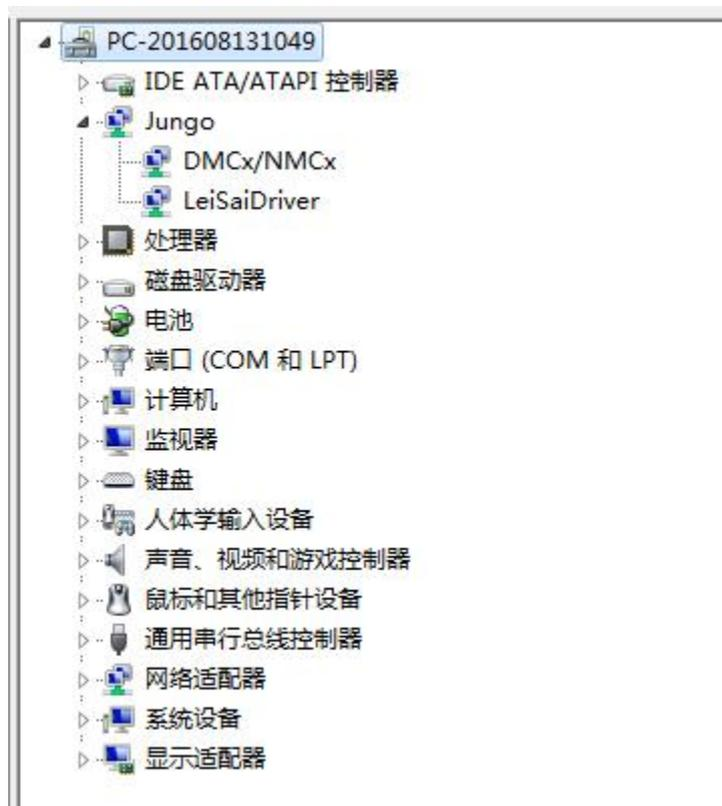

图 8 正确安装驱动程序后的设备信息
7、打开设备管理器，在“Jungo”选项下可以看到“DMCx/NMCx”和“LeiSaiDriver”注册信息。至此，控制卡就可以正常使用了，如图 8 所示。